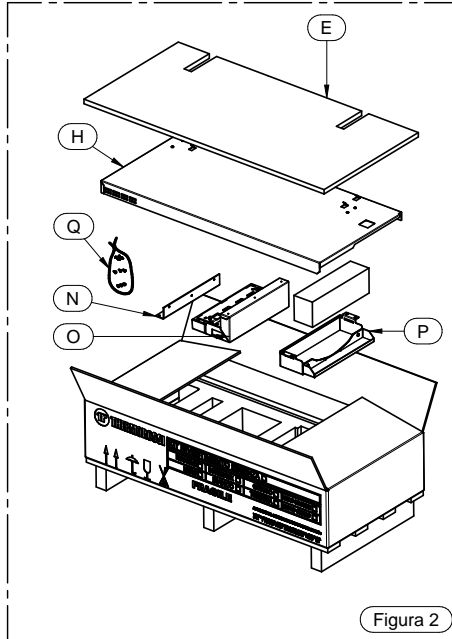

Figura 2
A continuación, quite la pieza de poliestireno (E) y extraiga con delicadeza el lateral (H), la bolsa con los tornillos (Q), el estribo (N), el perfil superior (O) y el perfil inferior (P) (Figura 2).